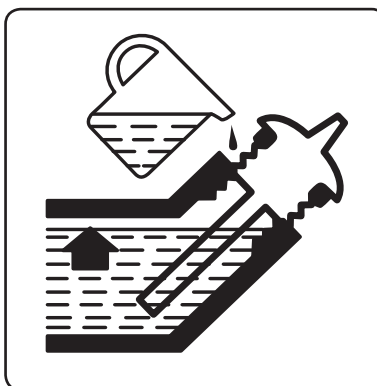

Abb.10
- ➔ Der Stromerzeuger wird ohne Öl geliefert, und daher ist vor der Inbetriebnahme der Öltank mit Öl so zu befüllen, dass die Anzeige am Ölstopfen nach dem Zuschrauben vollkommen im Öl getaucht ist, siehe Abb. 10. Kontrollieren Sie den Ölpegel am Messstab nach dem Heraus-schrauben aus dem Tank.